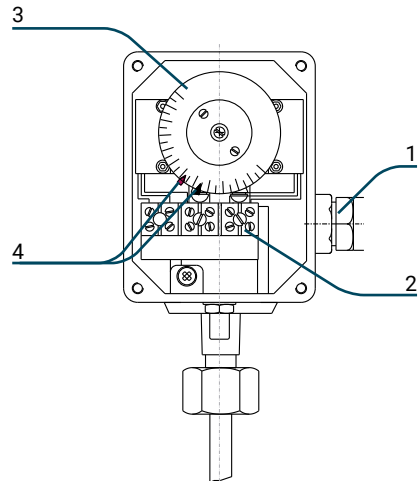

Figure 2
2. Insérez les câbles à l'intérieur du dispositif à travers le presse-étoupe placé dans la partie droite du dispositif (fig. 2/1)
3. Branchez les câbles sur les contacts via le bornier de la fig. 2/2
4. Pour régler les contacts, gardez le disque (fig. 2/3) et déplacez les indicateurs des contacts (fig. 2/4) à la température de fonctionnement souhaitée
2. En suivant les indications sur le bornier (fig. 2/2), en fonction de la position des aiguilles des commutateurs (fig. 2/4) et en fonction de la température mesurée par le thermostat, vérifiez que les contacts sont en bonne position (normalement ouverts ou normalement fermés).
3. En maintenant le disque noir (fig. 2/3) en place, déplacez les aiguilles des commutateurs (fig. 2/4) au-dessus ou en dessous de la température indiquée par les thermostats afin d'effectuer la commutation des commutateurs.
Il n'est pas permis de déplacer manuellement le disque de la fig. 2/3 afin de vérifier les contacts, car il peut endommager le dispositif.